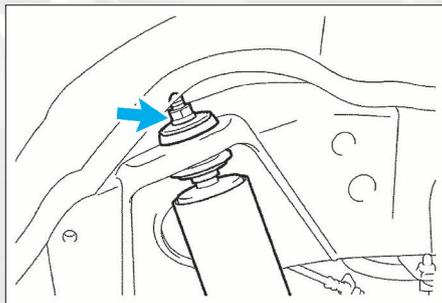

FIG. 17
- Dévisser la tête de vis de l'amortisseur (fig. 17).